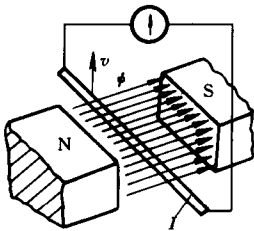
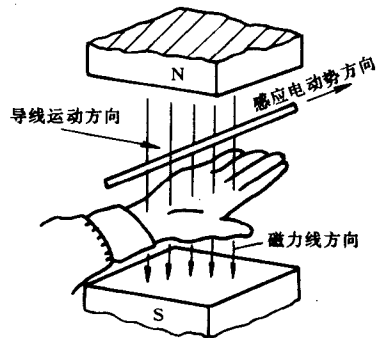

图 1-1 导线切割磁场产生电动势
图 1-2 发电机右手定则
(1) 发电机右手定则。如图 1-1 所示，当导线与磁场发生相对运动、相互切割时，就将在导线中产生感应电动势。而感应电动势方向则可以用发电机右手定则来确定，如图 1-2 所示，平伸右手，拇指和其余四指均垂直，使磁场的磁力线垂直穿过手掌。这时，拇指所指的方向表示导线的运动方向，其余四指的指向就是感应电动势的方向。因此，发电机右手定则简便而准确地表述了感应电动势、磁场与导线运动方向之间的相互垂直关系。